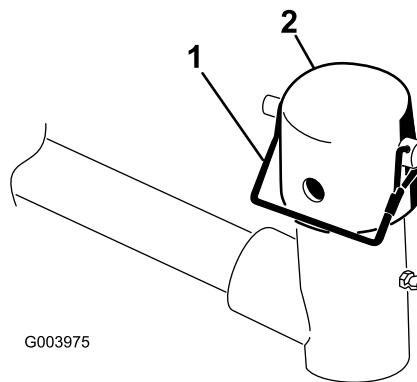

図 9
9. 昇降アームのピボットヨークからスナップピンとキャップを外す 図 9。
注 カッティングユニットをステアリングモードで使う場合はスロットを使い、固定モードで使用する場合には、穴を使う 図 9。